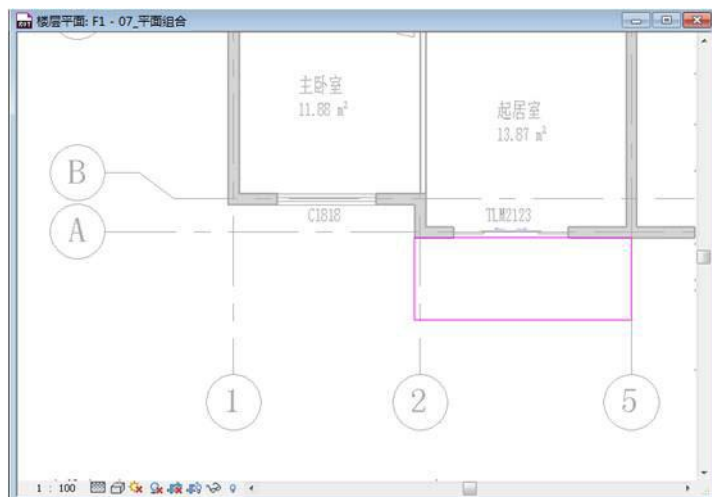

图 3-23
- 5) 同样的方式以楼板“SH-150”为基础，复制新的楼板类型“YT-150”，绘制闭合轮廓完成室外阳台楼板的绘制（如图 3-23 所示）。